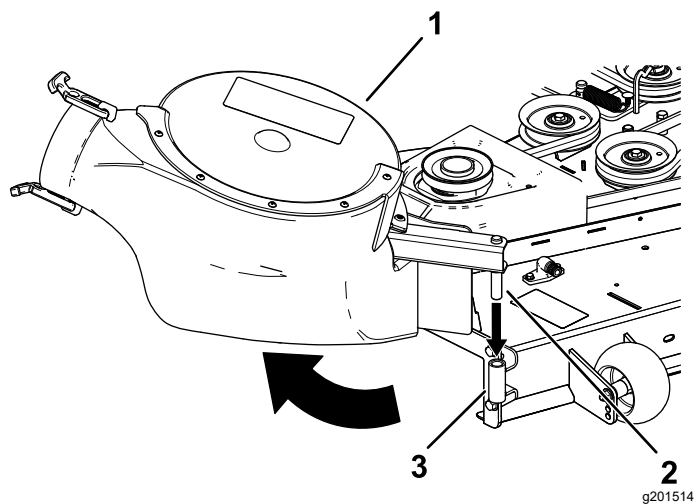

Figure 24
2. Insérez l'axe de pivot du ventilateur dans le support du ventilateur, et faites pivoter le ventilateur vers l'intérieur et vers la machine (Figure 24).